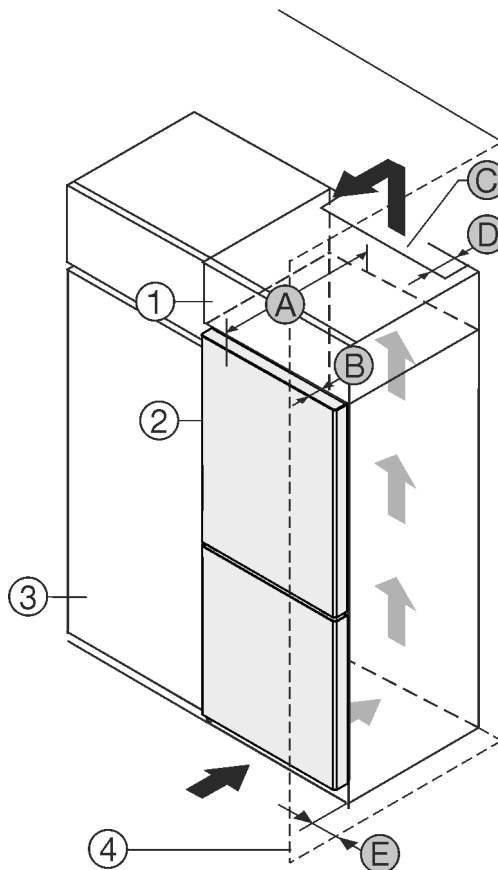

Fig. 1
Vous pouvez placer le réfrigérateur directement à côté de l'armoire de cuisine Fig. 1 (3)\*.
Une sortie d'air avec la profondeur Fig. 1 (D) doit être présente au dos de la rehausse sur toute sa largeur.\*
La section de ventilation Fig. 1 (C) sous plafond doit être respectée.\*
Si le réfrigérateur est installé avec les charnières près d'une paroi Fig. 1 (4), la distance entre le réfrigérateur et la paroi doit être d'au moins 13 mm.\*
Si le réfrigérateur est installé avec les charnières près d'une paroi Fig. 1 (4), la distance entre le réfrigérateur et la paroi doit être d'au moins 20 mm.\*
Pour pouvoir ouvrir complètement les portes, le réfrigérateur doit dépasser de la profondeur de la porte Fig. 1 (B) par rapport à la façade du placard. L'appareil peut déborder encore plus en fonction de la profondeur des placards Fig. 1 (3) et de l'utilisation de cales d'épaisseur.\*